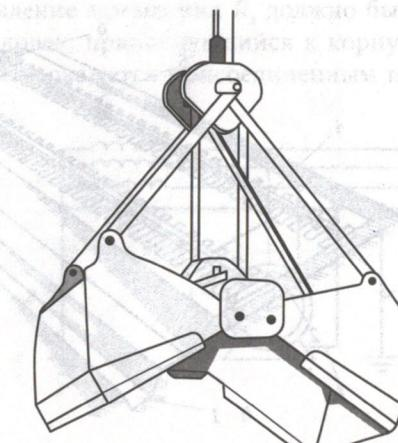

Рис. 2.13. Двухчелюстной канатный грейфер
- двухчелюстные, предназначенные для сыпучих грузов (рис. 2.13);
- канатные (см. рис. 2.13);